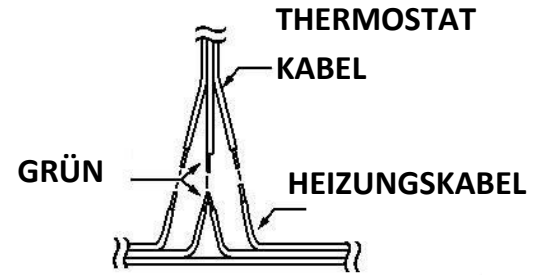

Abbildung 10. Spleißen des Heizungs- und Thermostat-Kabels.
4. Spleißen Sie die Drähte unter Verwendung von ordnungsgemäß zugelassenen Steckverbindern zusammen. Umwickeln Sie die Spleißstelle mit Isolierband, um diese vor Belastungen zu schützen. *Siehe Abbildung 10.*